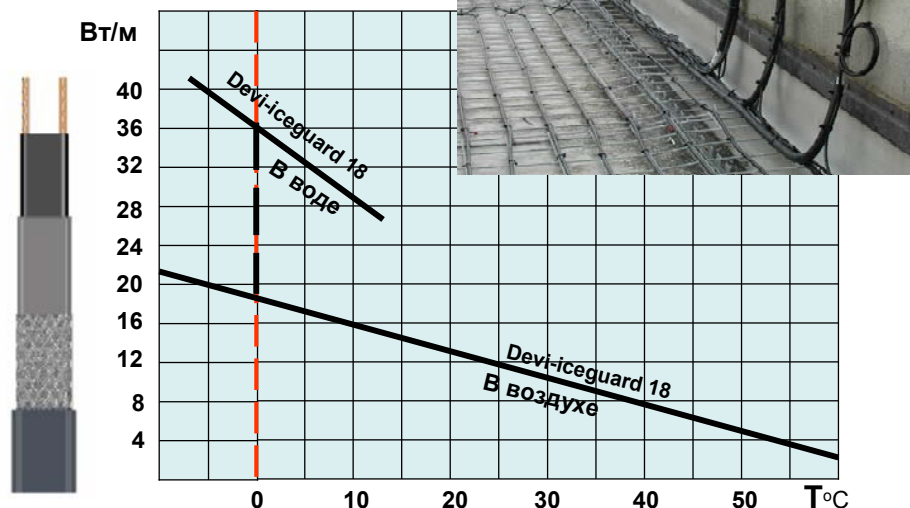

Рис.5. Теплоотдача нагревательного кабеля **Devi-iceguard™** в воздухе и в воде.
2. Выбрать способ расположения нагревательного кабеля: внутри трубы или снаружи. При этом выбираются кабели типов **Devi-Pipeguard™**, **Devi-Pipeheat™**, **Devi-Hotwatt™**. При выборе нагревательных кабелей необходимо учитывать, что в воде (внутри трубы) мощность теплоотдачи саморегулирующихся кабелей возрастает примерно в 2 раза по сравнению с «сухим» кабелем (см. рис.5).
При решении противообледенительных задач на крыше преимущество саморегулирующихся кабелей по сравнению с резистивными заключается в зависимости их теплоотдачи от температуры и состояния внешней среды. При повышении температуры тепловыделение саморегулирующихся кабелей снижается. Кроме того, в мокром состоянии теплоотдача саморегулирующихся кабелей возрастает приблизительно в 2 раза по сравнению с сухими кабелями при той же внешней температуре (см. рис.5 и 7). Всё это приводит к более экономичной эксплуатации антиобледенительных систем, учитывая, что отдельные участки нагревательного кабеля могут находиться в талой воде, в то время как другие будут сухие.